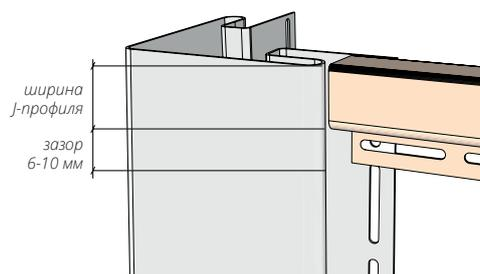

Рисунок 22
- 12.5** На тыльной части угла делаем вырез равный ширине лицевой планки J-профиля, плюс зазор 6-10 мм (рис. 22, 23).